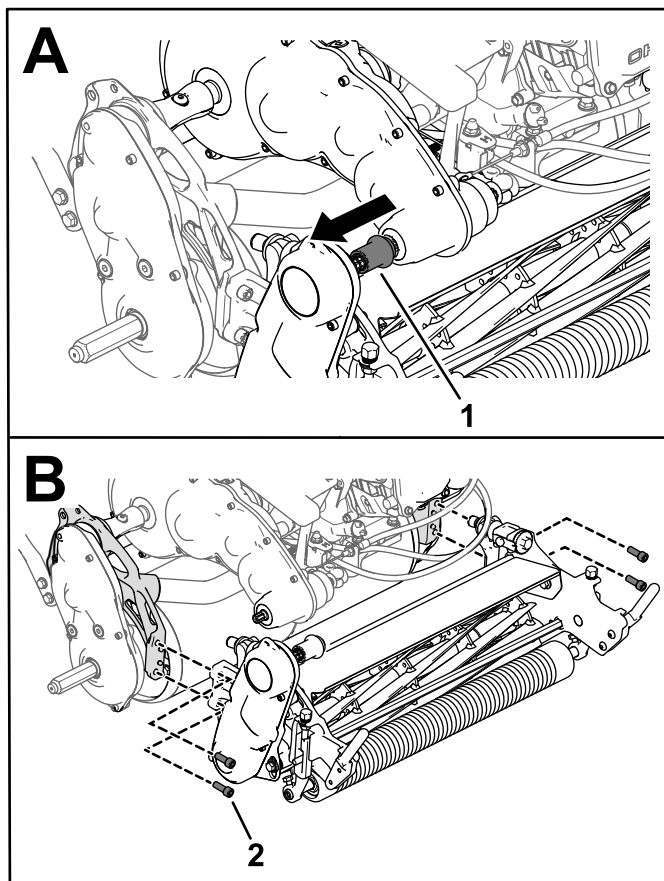

Рисунок 52
3. Отсоедините патрон привода режущего блока от вала привода трансмиссии (Рисунок 52).
4. Снимите винты с внутренним шестигранником, которыми режущий блок крепится к раме (Рисунок 52).